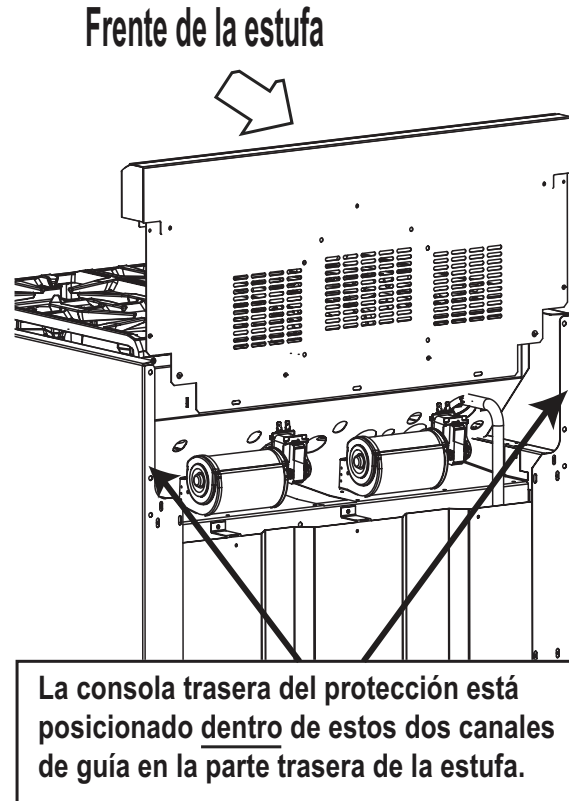

Figura 16: Posición de la consola de trasera de protección
- NO intente instalar la consola trasera de protección de Thermador, ya que tienen agujeros en la consola trasera para proveer (solo) un ventilador de enfriamiento [Vea figura 16].
- Se instala la consola trasera de protección adentro de los canales guía en la parte trasera de la estufa como se muestra en la Figura 16. (Quite el conjunto de la plancha para tener suficiente espacio libre de instalación en modelos que incluyen la plancha.) Usando un destornillador Torx tamaños T-20, fije la consola trasera con cuatro (4) tornillos de cabeza Torx a los paneles laterales de la estufa. La moldura no es necesaria en estufas de 48". El centro de la tira puede ser soportado por una pestaña del panel trasero, y no requerir un tornillo.
- En los modelos con estante para ollas se debe ensamblar primero el panel superior al armazón usando nueve (9) de los tornillos de cabeza torx incluidos. Para lograr suficiente fuerza de carga,